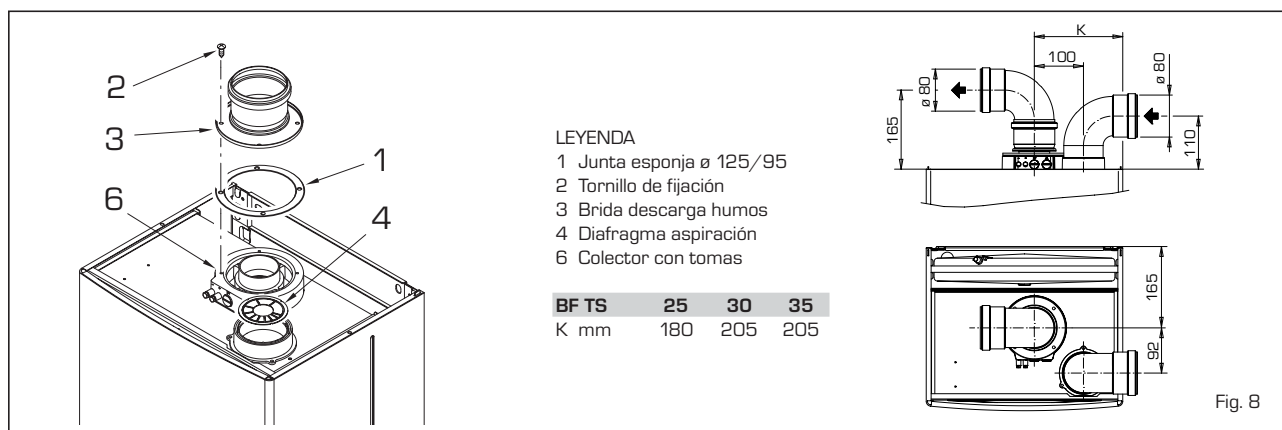

Fig. 8
2.8.1 Kit conductos separados (fig. 8)
ma de aspiración que debe emplearse, en función de la pérdida de carga máxima permitida en ambos conductos, como explicado en fig. 8/a.